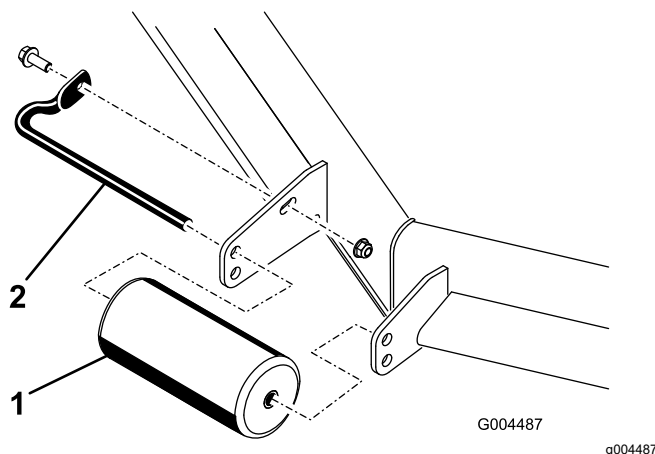

Figure 7
4. Retirez les fixations de chaque galet sur votre tondeuse et montez ou abaissez les galets à votre convenance (Figure 7).